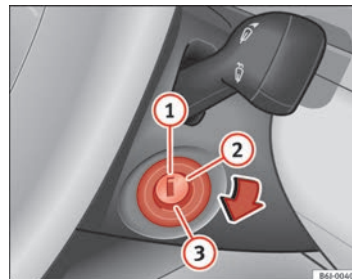

Abb. 98 Zündschlossstellungen
In dieser Stellung → Abb. 98 sind die Zündung und der Motor ausgeschaltet und die Lenkung kann gesperrt werden.
- Drehen Sie den Zündschlüssel in Stellung ⇒ Abb. 98 ②. Beim Vorglühen des Motors leuchtet die Kontrollleuchte .
- Wenn die Kontrollleuchte ausgeht, drehen Sie den Zündschlüssel in Stellung ③ zum Anlassen des Motors - geben Sie kein Gas.
- Drehen Sie den Zündschlüssel in Stellung ⇒ Abb. 98 ①.